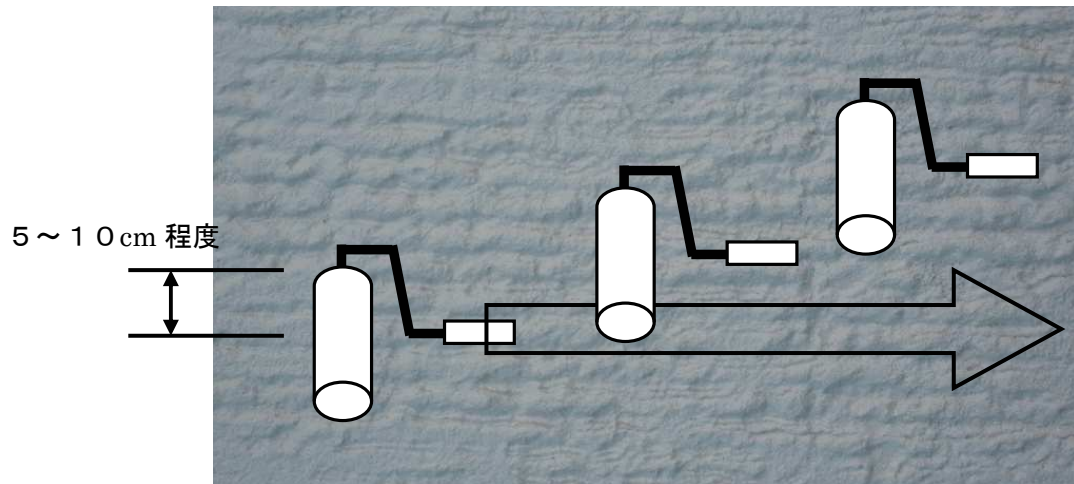

図3
- ・ 配り塗りしたジョリパットネオが乾燥しないうちに、J R - 1 8 8 を横方向に転がしパターン付けを行う(図 3)。